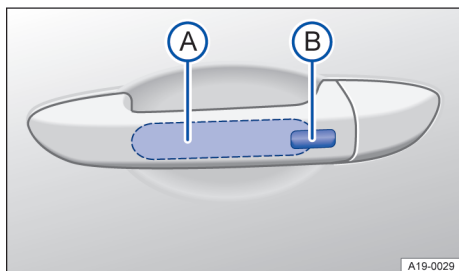

Fig. 57 Na maçaneta da porta: superfícies do sensor.
- Tocar a superfície do sensor → Fig. 57 (A) na parte interna da maçaneta da porta do condutor ou do passageiro dianteiro.
- Tocar a superfície do sensor → Fig. 57 (B) no lado externo da maçaneta da porta.
- Travar o veículo com o botão (B) da chave do veículo.
- Além disso, dentro de cinco segundos, tocar uma vez o sensor no lado externo da maçaneta da porta → Fig. 57 (B). Assim, não agarrar na maçaneta da porta.
- Manter os dedos alguns segundos na superfície do sensor da maçaneta da porta do condutor ou do passageiro dianteiro → Fig. 57 (B).